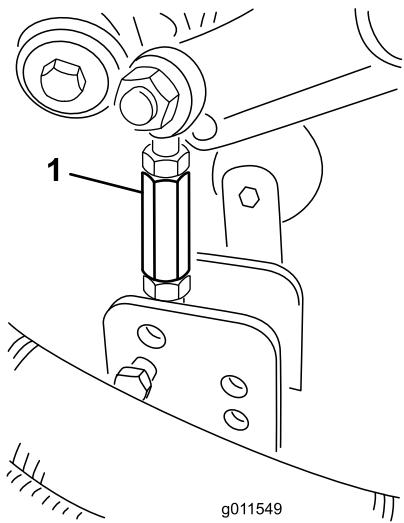

Figure 28
- Enlevez les goupilles fendues et les axes de chape qui fixent les bielles d'amortisseurs aux supports du plateau de coupe (Figure 28).